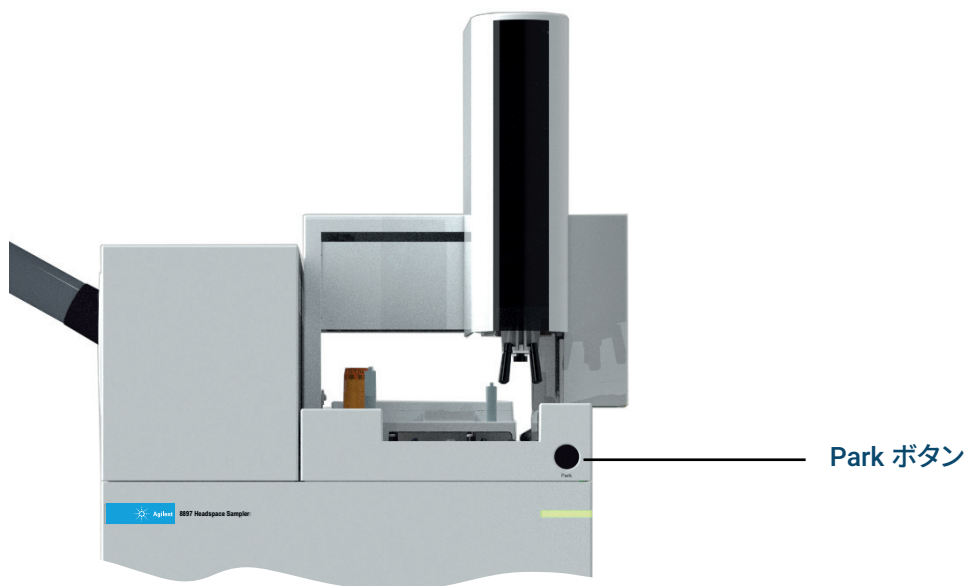

図 11. [Park] ボタンの位置
- 1 [Park] ボタンを押してトレイを「パーク」させます（バイアルラック領域に簡単に手が届くよう、ガントリを待機ポジションに移動します）。35ページの図 11 を参照してください。